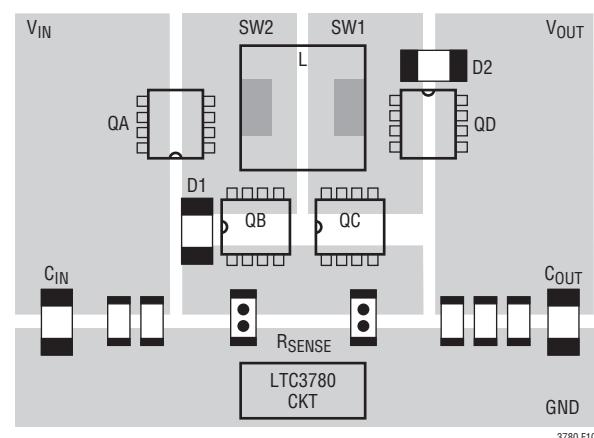

図10. スイッチのレイアウト
- C_{IN}、スイッチA、スイッチBおよびD1を一箇所に密集させて配置します。C_{OUT}、スイッチC、スイッチDおよびD2を一箇所に密集させて配置します。図10に1つのレイアウトの例を示します。